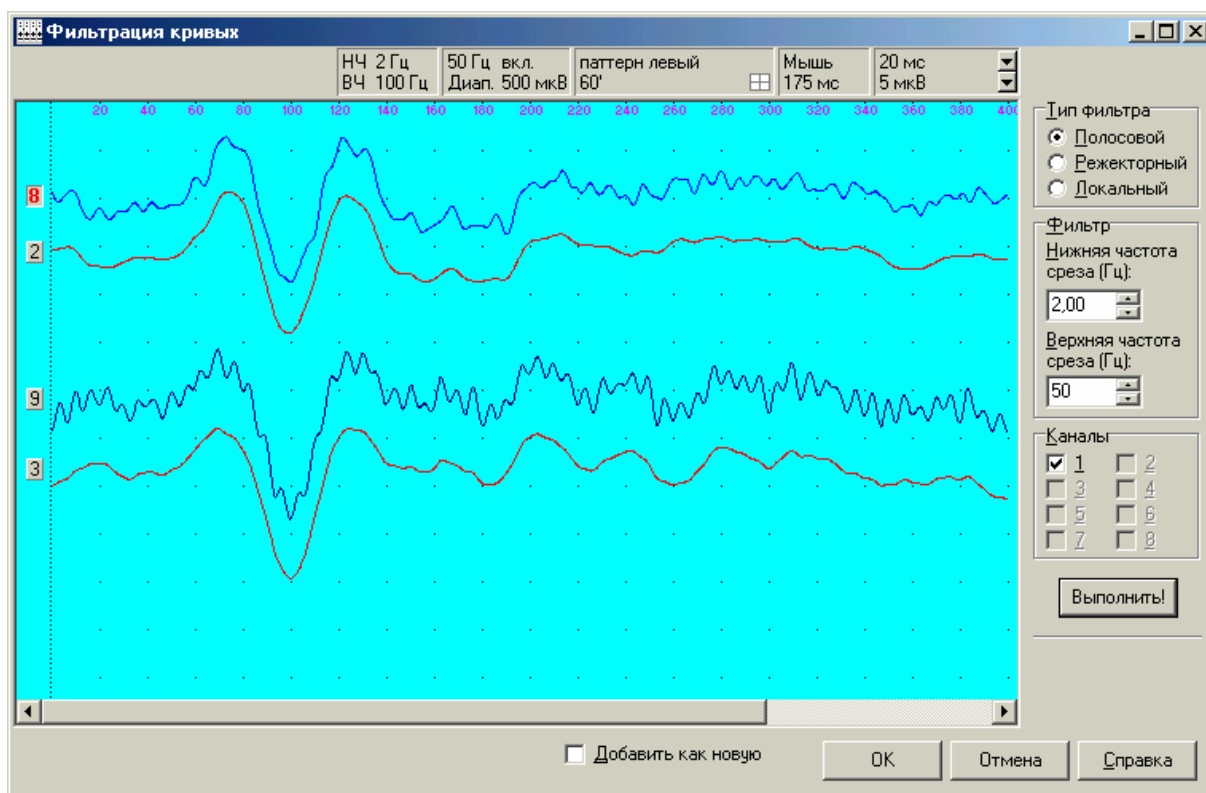
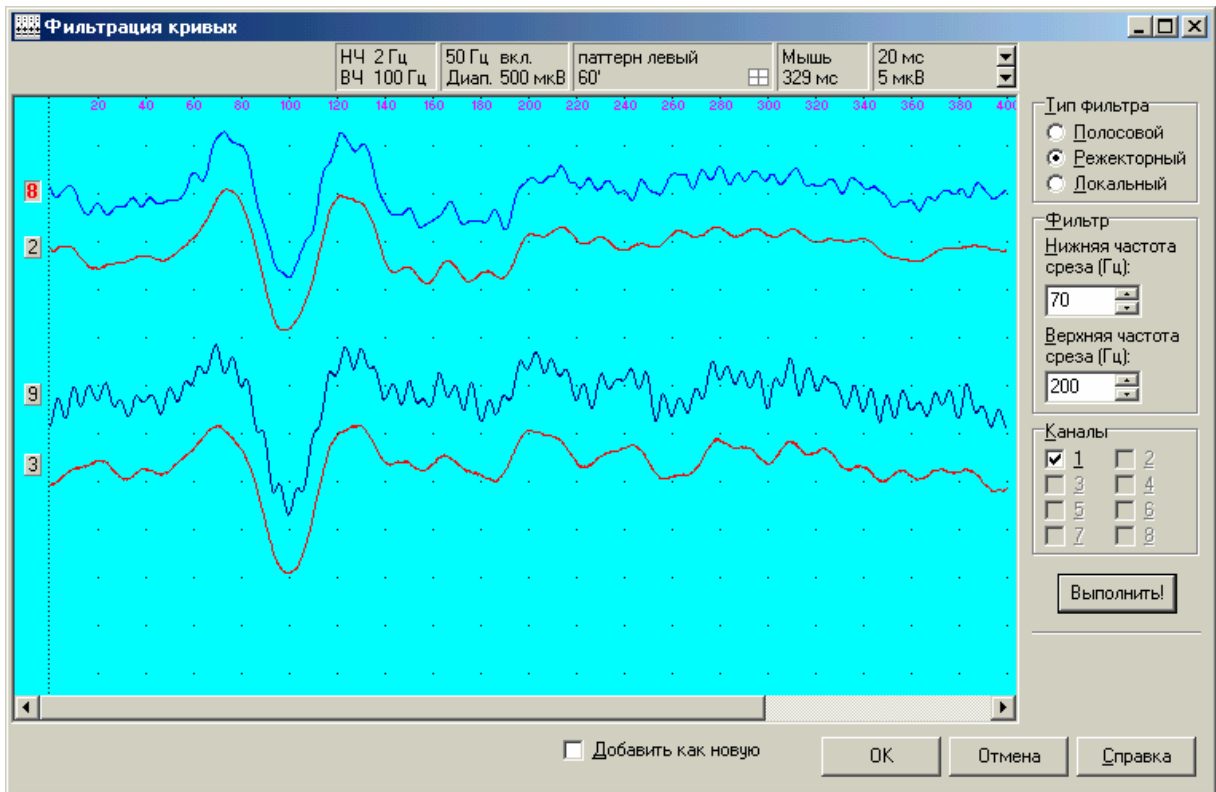
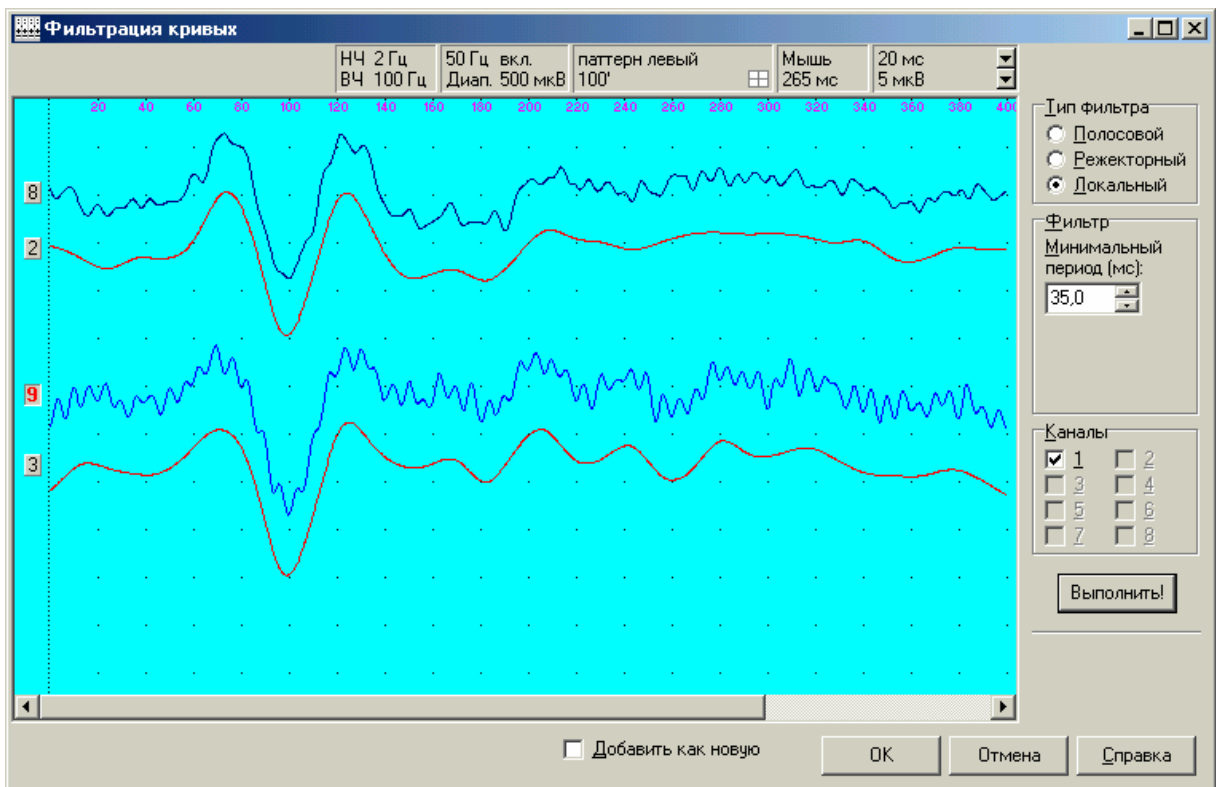

Рис. 3.28
Рис. 3.29
Рис. 3.30
15. По командам меню **Кривая|Обработка|Фильтровать** и **Кривая|Обработка|Фильтровать все** на экран выводится диалоговое окно **Фильтрация кривых** (Рис. 3.28, Рис. 3.29, Рис. 3.30). Первая команда используется для фильтрации только текущей эпохи анализа, вторая – для фильтрации всех кривых в окне. Отфильтрованные кривые отображаются в диалоговом окне красным цветом.
Полосовой фильтр (Рис. 3.28).
Режекторный фильтр (Рис. 3.29).
Локальный фильтр (Рис. 3.30).